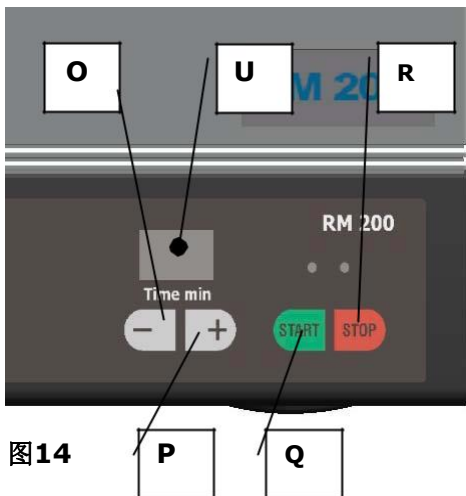

图14
- 通过 + / - 键 O 和 P 设定所需研磨时间。图14
- 按下停止键 **R**。图14
预粉碎: 图14
精细研磨: 图14